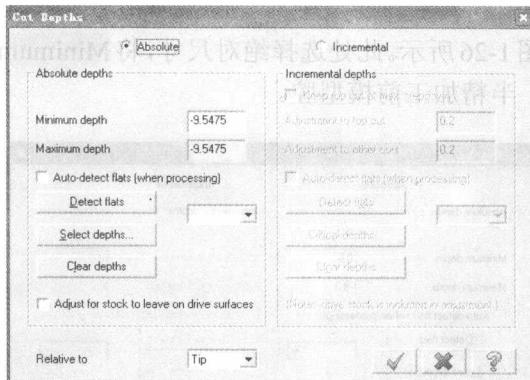

图 1-21 切削深度参数
⑦ 单击 Cut Depths 按钮，设置切削深度，如图 1-21 所示，此处将 Minimum depth 和 Maximum depth 都设置成 -9.5475mm，精加工枕位分型面。
⑧ 单击曲面挖槽刀路中 Pocket parameters 对话框，挖槽参数设置同前。
⑩ 在操作管理器中点选 3-Surface Rough Pocket，单击 按钮，弹出 Backplot 对话框。单击键盘的 R 键，模拟刀具路径，检查刀具铣削路径有无问题。刀具路径如图 1-21 所示。
⑪ 在操作管理器中单击 按钮（隐藏/显示刀具路径）按钮，使图标变成灰色，关闭当前的刀具路径显示。按 Alt+A 保存镜框前模文件。
(4) 选取 Φ10 平底合金刀，用等高外形刀路对前模曲面半精加工。
① 在屏幕左方刀路操作管理区内（或单击下拉式菜单）单击鼠标右键，依次点击主菜单中的 Mill toolpaths / Surface finish / Contour 命令。依次点选 All... 按钮，弹出 Select All 对话框，点选所有曲面，点选 按钮。